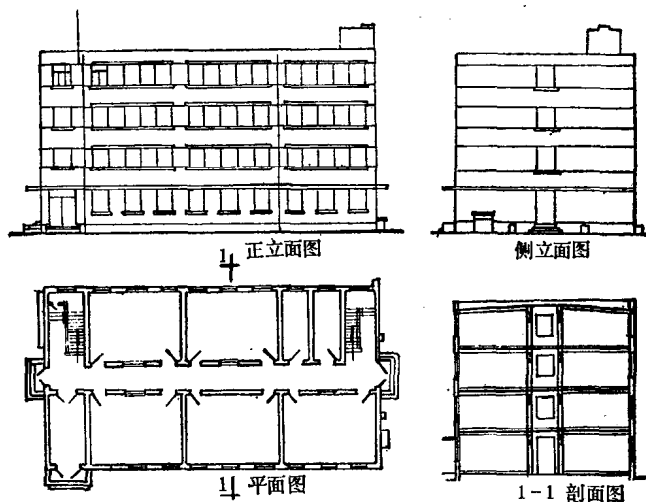
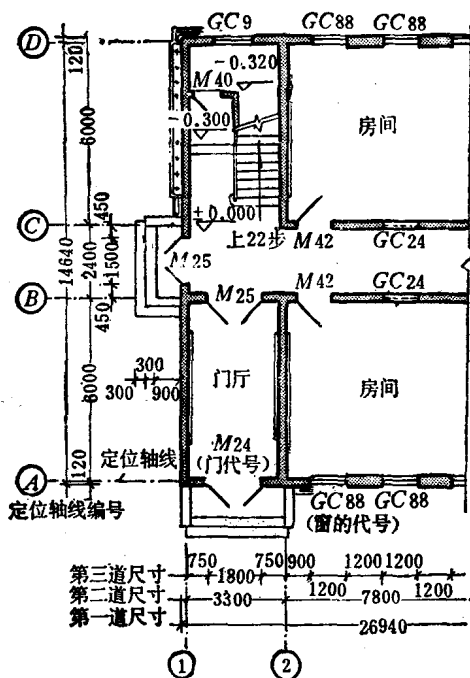

图 1 建筑图的几种表现形式
图5 局部平面图
施工图和有关建筑图 1
(一) 建筑图 1
1. 建筑图的几种表现形式（见图1）
建筑平面图表示房屋水平方向的内部布置情况。图 5 所示是图 1 的局部放大图，图中表明了尺寸、符号等的标记方法。
从图 1 中可以看出，图内有房间五间和厕所两间，它们之间
(2) 定位轴线：它是用来确定房屋主要结构和构件位置的。一般的混合结构房屋（如图5），即把墙（承重墙）的中心线用点划线引出，并加以编号。自左到右用阿拉伯数字1、2、3……编号，自下到上用汉语拼音字母A、B、C……编号。
(3) 整个建筑的大小、各个房间的大小、门和窗宽度
尺寸等，通常在平面图的外墙上注有三道尺寸，第一道尺寸为外墙总尺寸；第二道尺寸为墙（承重墙）或柱的轴线尺寸；第三道尺寸为外墙上门、窗洞和窗间墙的尺寸（见图5）。此外，室内也注有内门位置及其它构件的尺寸。